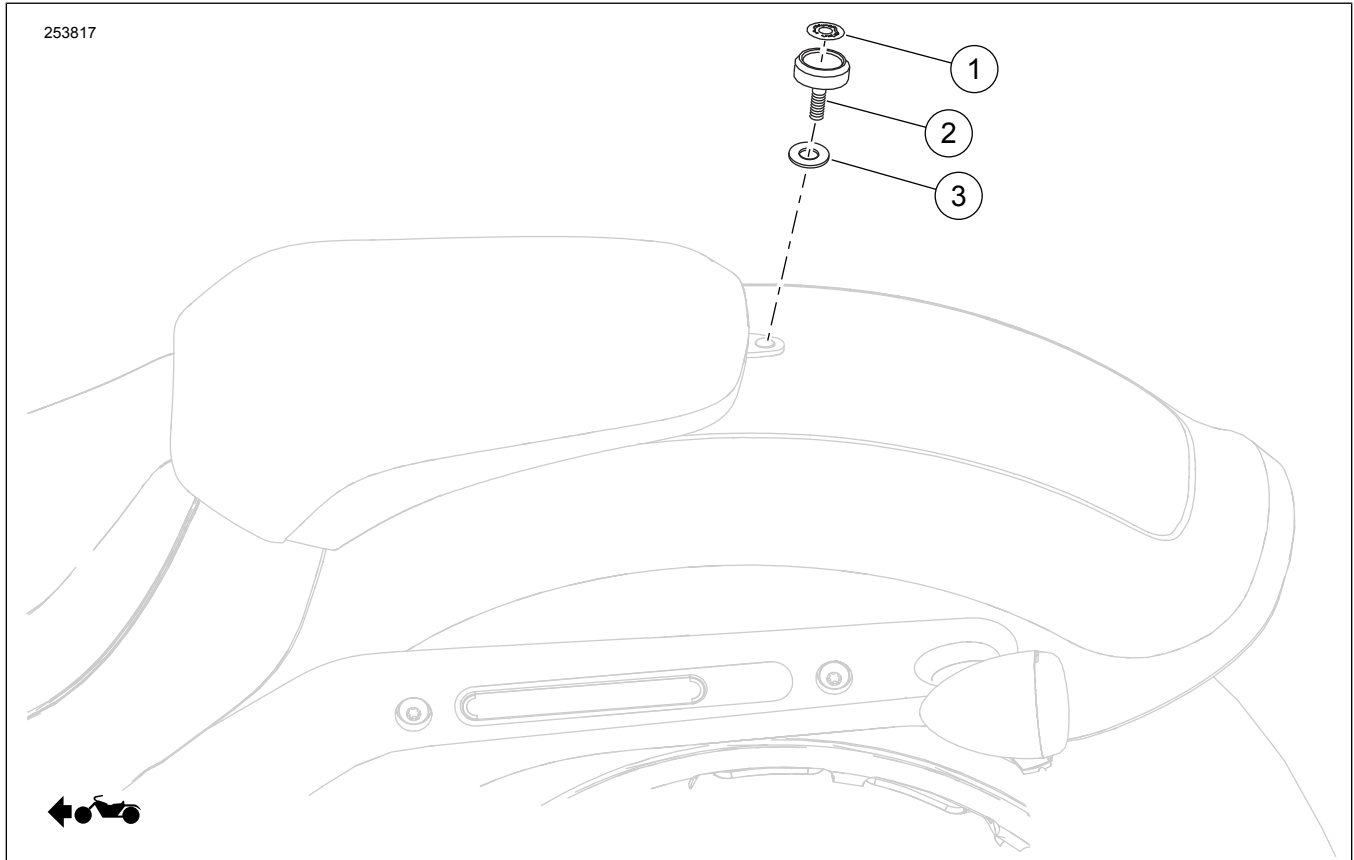

Abbildung 1. Inhalt des Satzes: Fahrerrückenlehne-Komponenten
4. Siehe Abbildung 1 >. Den Papierschutzstreifen vom H-D Emblem (1) entfernen und Emblem auf Rändelknopf (2) anbringen.